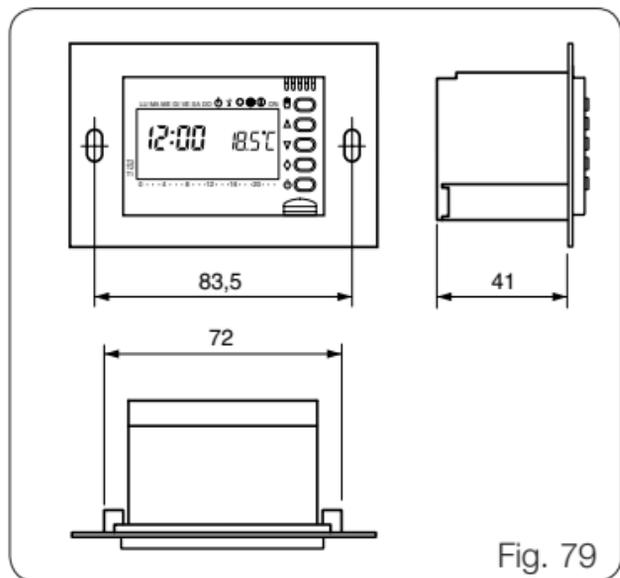

Fig. 79
- Dimensioni: vedere la fig. 79.